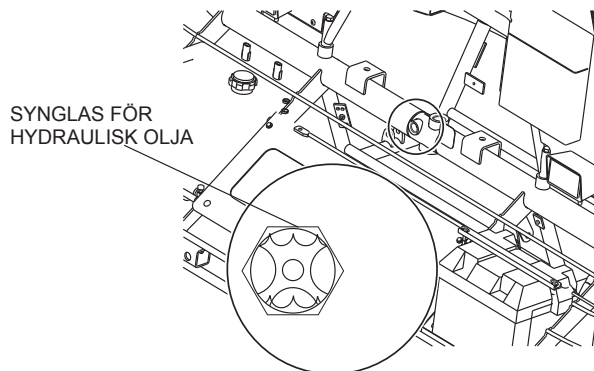

Bild 8. Synglas för hydraulisk olja
1. Kontrollera den hydrauliska oljans beskaffenhet genom synglasets (Bild 8) Byt ut den hydrauliska oljan om du ser bubblor.